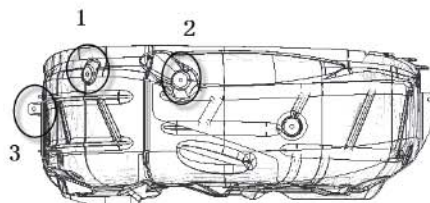

图 4-2-3 后轮挡泥板安装示意图
- (1) 安装顺序按照下图 4-2-3 所示要求执行，先用子母扣定位，再用塑料螺母进行局部固定，然后其余孔依次用子母扣、塑料螺母及螺钉打紧即可（可参考拆卸步骤）；